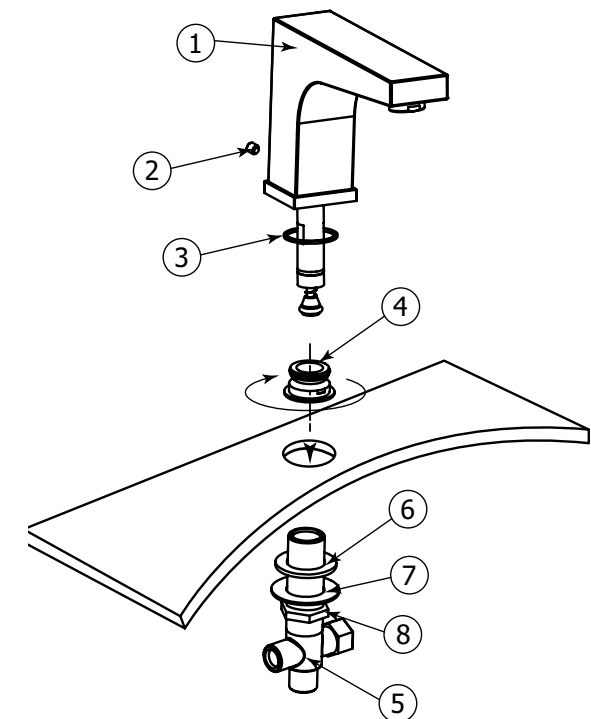

Fig.3
Unscrew the top nut (4) from the shank (5). Insert the shank body through the hole from underneath the deck and tighten with nut (4) from the top (Fig.3). If needed, also tighten bottom nut (8) with metal (7) and rubber (6) washer from beneath the deck.
Dévisser l'écrou de retenue (4) du haut du raccord (5). Ensuite, insérer le raccord par en dessous de la surface et remettre l'écrou de retenue (4) par le haut. S'assurer de fixer le raccord fermement (Fig.3). Au besoin, serrer également l'écrou du bas (8) avec les rondelles en caoutchouc (6) et en métal (7).